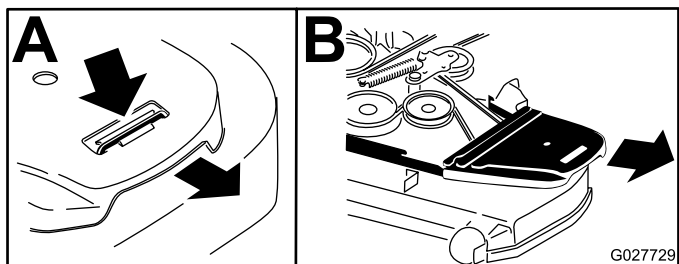

Figura 60
5. Allentate completamente i bulloni che fissano i copricinghia e toglieteli (Figura 60).